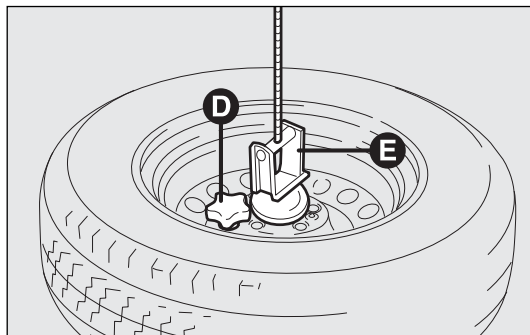

fig. 170
- ☐ desatornillar el pomo de sujeción D-fig. 170 y soltar la rueda retirando el soporte E;
- ☐ tomar la rueda sustituida, engancharla al soporte E fig. 170 y apretar el pomo D;